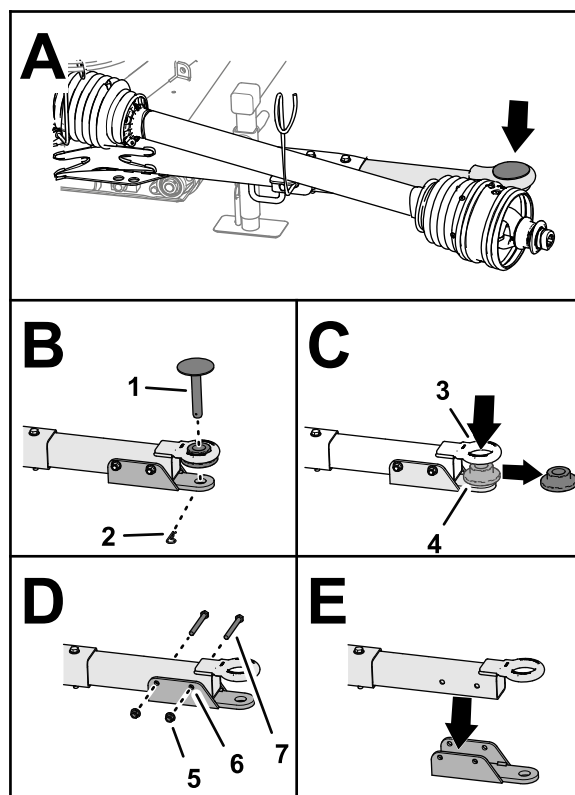

図 7
1. ヒッチピンを牽引バーに固定しているヘアピンを外してヒッチピンを抜き取る 図 7。
2. ピントルのアイからフランジブッシュを外す 図 7。
3. クレビスブラケットを牽引バーに固定しているフランジロックナット2 個とキャップスクリュ2 本を外し、クレビスブラケットを外す 図 7。